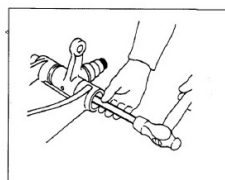

Рис. 3-4
- Примечание: Нажмите на цапфу рулевого колеса, чтобы избежать падения (см. рис.3-4).
- 4) Замените, если поврежден упорный подшипник и пылезащитный кожух. Рис.3-4